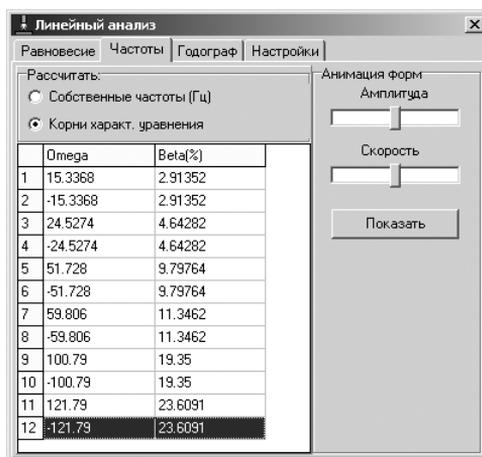

Рис. 2.112. Диалоговое окно **Линейный анализ** с открытой вкладкой **Частоты** и результатами определения параметра **Beta**
- щелкните в контекстном меню по пункту **Частота + доля демпфирования**. Появятся результаты определения доли демпфирования для каждой формы в процентах (β), см. рис. 2.112.